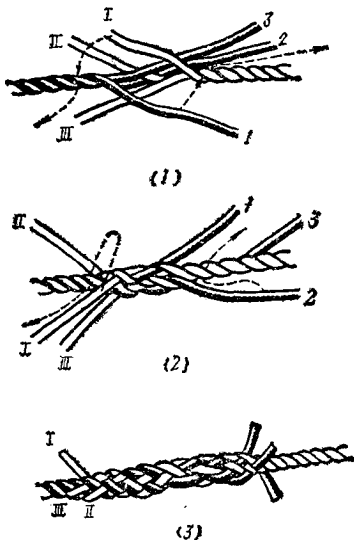

图1-35 短插接
插法：把两根绳的绳头各松开三花，并分成三叉形，然后将两绳头相交接合，如图 1-35 (1) 所示。左手抓紧相交接合处，右手取左边的绳头相邻的一索股向前压一股插入相邻扭开的索股中。第 2 股和第 3 股同样的向前压一股插入相邻扭开的索股中，然后把各绳股依次收紧，使两绳交接紧凑，受力均匀，如图 1-35 (2) 所示。照上述方法，再把各索股插入二次。然后将左边的绳股转过来，照已插入的方法各索股再插入三次。这样每边索股均插三花。最后用木笔末端敲平，绳头约留一厘米左右割断即成。如图 1-35 (3) 所示。